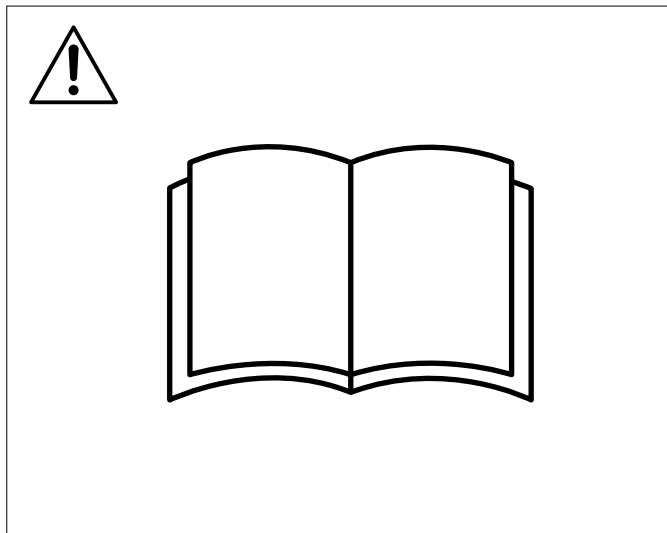

Fig.1
- b** Lea detenidamente el manual de usuario y asegúrese de que entiende las instrucciones antes de usar la máquina (Fig. 1).
- b** Перед началом работы внимательно прочитайте руководство по эксплуатации и убедитесь, что понимаете приведенные здесь инструкции (Fig.1).
- b** Prima dell'uso, leggere per intero il manuale dell'operatore e accertarsi di aver compreso le istruzioni (Fig.1).